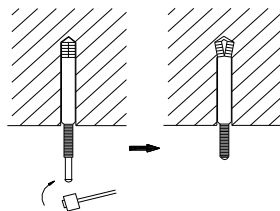

Рис. 4.6
- (3) Зафиксируйте анкерные болты в просверленных отверстиях, с помощью молотка. (Рис. 4.6)